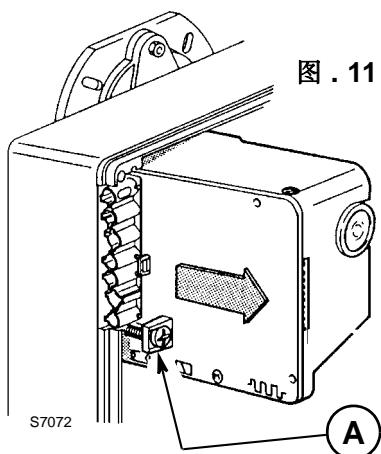

图 .11
要移去控制盒，在移走所有组件：7 针插头和地线后，松开螺钉 (A)，图 .11) 后，沿箭头方向拔出 .